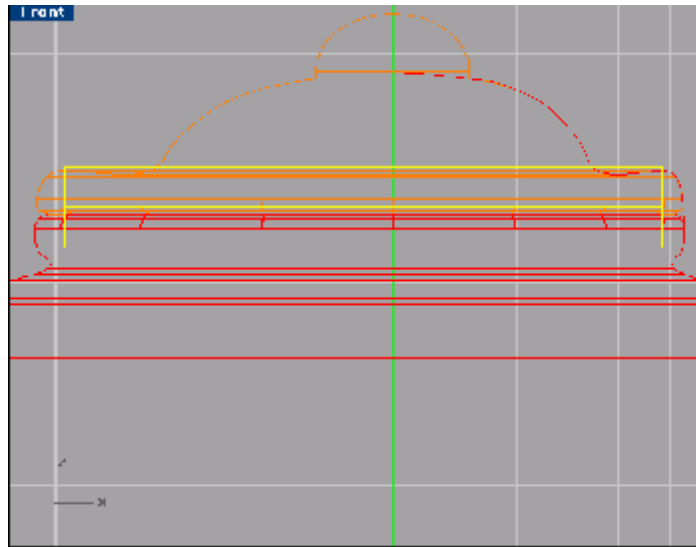

图 1-2-13
step7:完成茶身的制作，选择我们先前提取的 iso 线，再有鼠标右键点击  **Scale 2-D:** 二维缩放命令，缩小曲线，大小如图 1-2-13 所示，在 front 视图中，选择缩小后的曲线，在点击图标  **Extrude Straight:** 伸长曲线成曲面命令，在命令行的提示中输入 C，（封闭曲面）打开垂直捕捉模式，在上方任意处单击，再移动实体至如图 1-2-13 所示的位置：